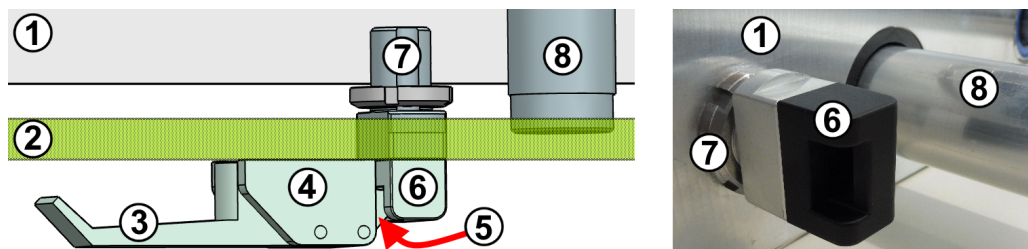

図 7-2: オーバーセンター圧縮ラッチ機構の水平断面図（左）と細部の写真（右）
圧縮ラッチ機構のコンポーネントを図 7-2 に示します。
この位置は、ラッチ (図 7-2 のラベル 5) がキャッチブロック (6) に干渉するのを防ぎます。